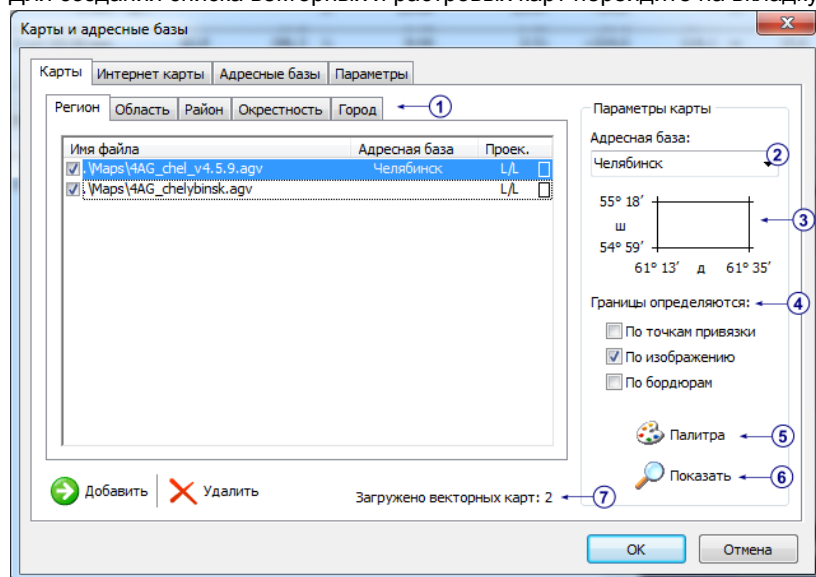

Рис.29 – Создание списка карт.
В этом меню, в зависимости от масштаба, карты условно разделены на несколько списков (рис.29, п.1):
- В строке **Адресная база** (рис.29,п.2) выберите нужную базу для вашей карты. Базы заранее должны быть загружены (см. вкладку **Адресные базы**).
- При выборе карты отображаются его размеры – координаты крайних точек (рис.29,п.3).
- В строке **Границы определяются** (рис.29,п.4) выберите способ определения границ карты:
- Для настройки палитры (стиля отображения) векторных карт нажмите кнопку **Палитра** (рис.29,п.5). Палитра для всех загруженных векторных карт – единая.
- Нажмите кнопку **Показать** (рис.29, п.6) для предварительного просмотра карты.
В нижней части окна имеется статусная строка, где указывается количество карт в списке (рис.29,п.7).
4. **Уровень детализации** – передвигага ползунок, Вы можете переключаться по картам различного масштаба из списка загруженных векторных и растровых карт (рис.29,п.1).